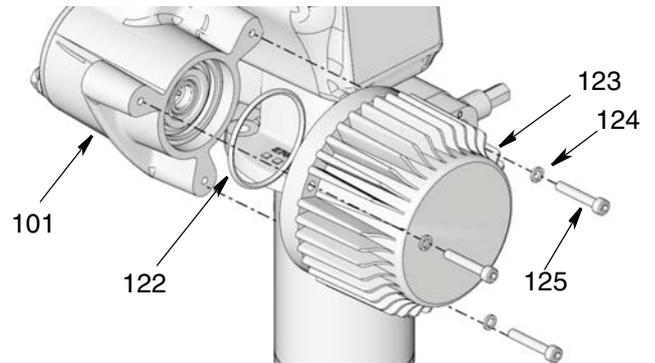

Рис. 56
9. Выкрутите винты (125) и удалите шайбы (124), крепящие электродвигатель (123) к корпусу редуктора (101). Снимите электродвигатель. Убедитесь, что уплотнительное кольцо (122) было снято вместе с электродвигателем. (Рис. 56)